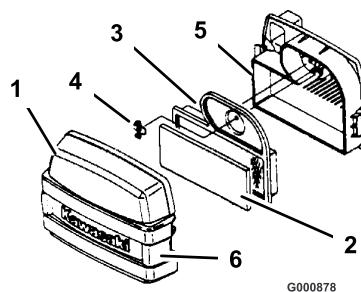

Figura 31
4. Para evitar qualquer dano, limpe à volta do filtro de ar para impedir a entrada de impurezas para o interior do motor. Desengate os dois trincos laterais e retire a cobertura do filtro de ar (Figura 31).
5. Retire cuidadosamente o filtro de esponja do filtro de papel (Figura 31).
6. Desaparafuse a porca de orelhas e retire o elemento de papel (Figura 31).
1. Coloque cuidadosamente o filtro de esponja, passando pelo filtro de papel (Figura 31).
2. Coloque a estrutura do filtro do ar na base do filtro do ar e instale a porca de orelhas (Figura 31).
3. Volte a montar a cobertura do filtro e fixe os trincos (Figura 31).